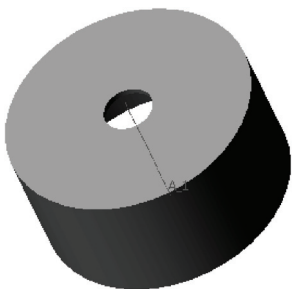

图 8-20 打开模型文件
STEP 01 单击快速访问工具栏中的“打开”按钮, 打开模型文件, 如图 8-20 所示。